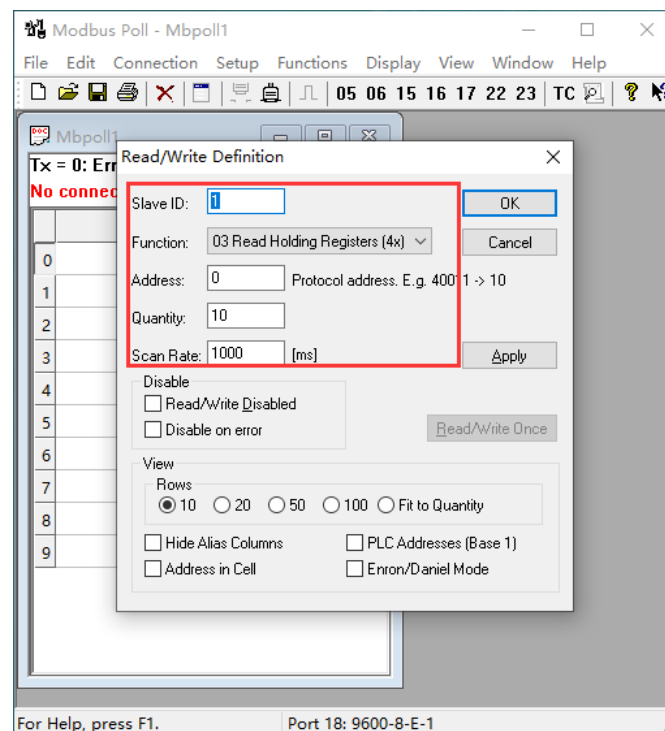

Abbildung 6-30 Modbus-Host erstellen
- 3) Öffnen Sie das Tool "Modbus Poll" und konfigurieren Sie die seriellen Schnittstelleninformationen mit den in Abbildung 6-30 gezeigten Parametern, wobei die ID auf 1 und der Funktionscode auf 3 eingestellt ist.